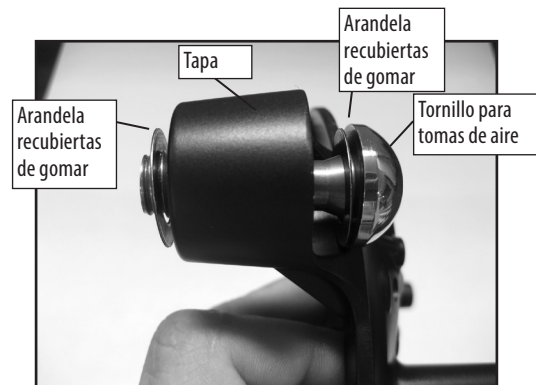

Figura 4
4. Coloque los dos tornillos para tomas de aire y las ocho arandelas recubiertas de goma. Coloque una arandela en cada tornillo para toma de aire e introdúzcalo en los orificios de montaje de la tapa. Monte otra arandela recubierta de goma en todos los tornillos para tomas de aire. Como se muestra en la figura 4.